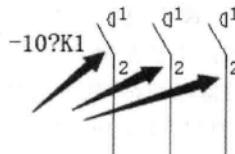

图 3-40 主触点设备标识符修改
- 水平放置的符号，如果没有定义“设备标识符”就会继承水平方向前一个“设备标识符”，本例第二组和第三组主触点都是“-? K1”，如图 3-40 所示。